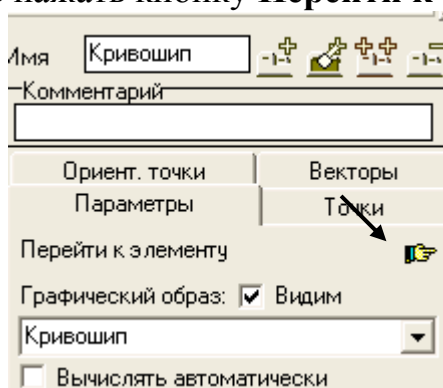

Рис. 15
2. В инспекторе объектов нажать кнопку **Перейти к элементу** (рис.15).